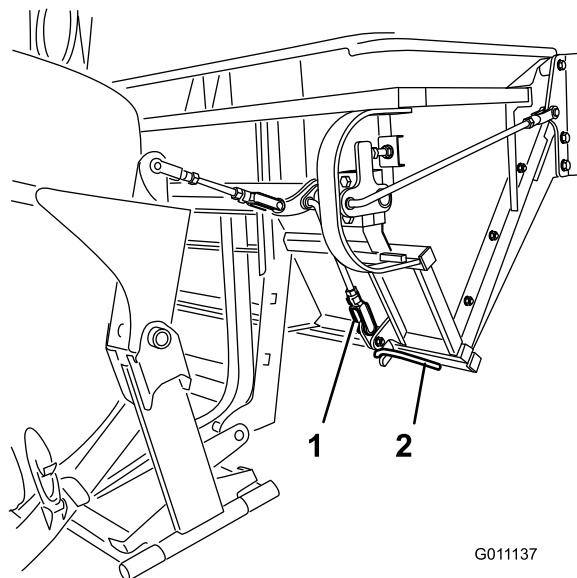

Figura 43
4. Verifique para assegurar que os trincos engatam completamente e que entram em contacto com a barra do trinco soldada à porta (Figura 43).